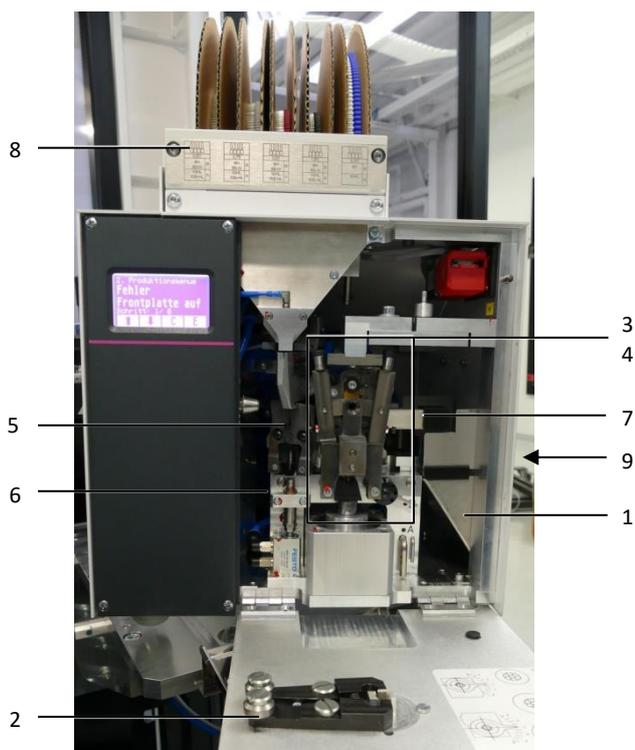

Fig. 21: Panoramica degli interventi di manutenzione
- Svitare le viti e togliere la copertura (fig. 21, pos. 8)